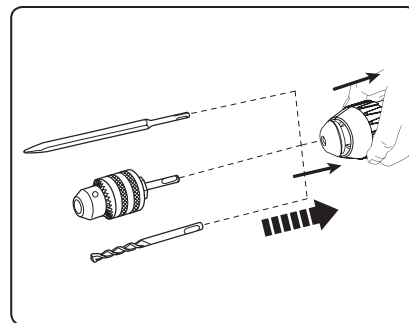

Abb. 3
- Wenn ein Bohrhammer mit einem Spannfutter mit SDS-plus-Schaft gemäß Abb. 3 zum Spannen von Bohrern mit einem herkömmlichen Zylinderschaft verwendet wird, muss der Bohrmodus ohne Schlag eingestellt werden.